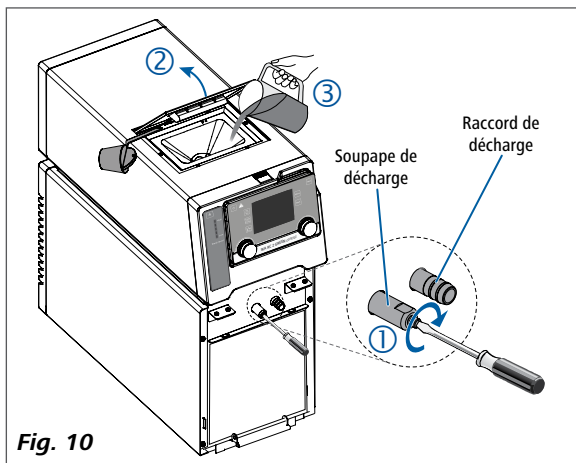

Fig. 10
- Assurez-vous que la soupape de décharge est fermée (Tourner dans le sens horaire jusqu'en butée, voir Fig. 10).